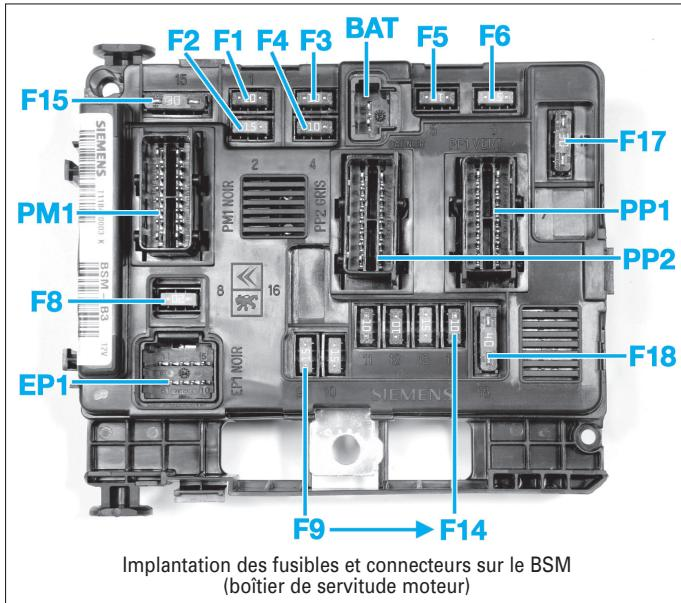

FIG. 2
- module supérieur intégrant une carte électronique, les fusibles et relais doublé (Fig.2).
Affectation des fusibles dans la boîte à fusibles compartiment moteur (Fig.2)